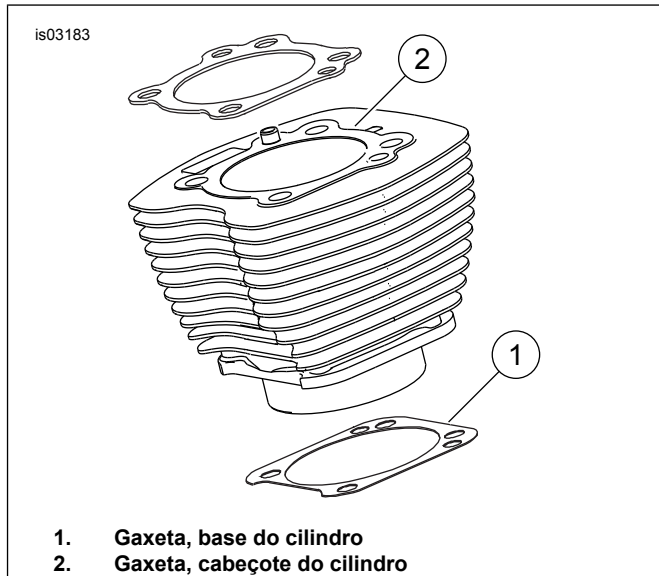

Figura 1. Gaxetas dos cilindros
- Veja Figura 1. A junta da base do cilindro (1) 103,1 mm (4 in) e a junta do cabeçote (2) dispensam anéis de vedação. Não use anéis de vedação "o-ring" em pinos de encaixe do cilindro ou em bicos do cilindro.
- Ao instalar a nova gaxeta da base (1), instale-a com o lado com o ressalto para baixo e o lado côncavo para cima.